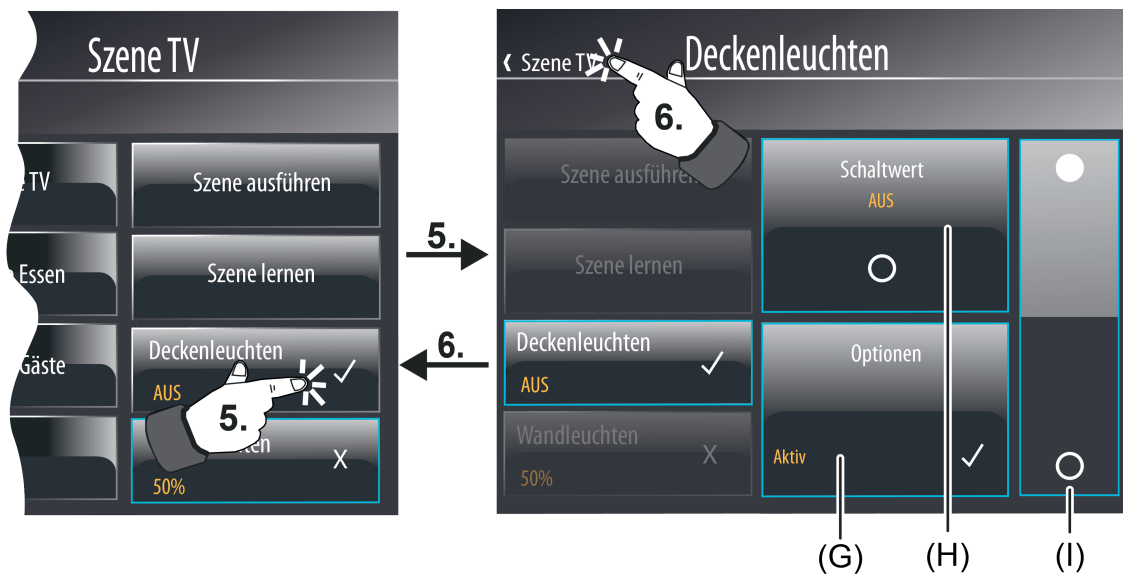
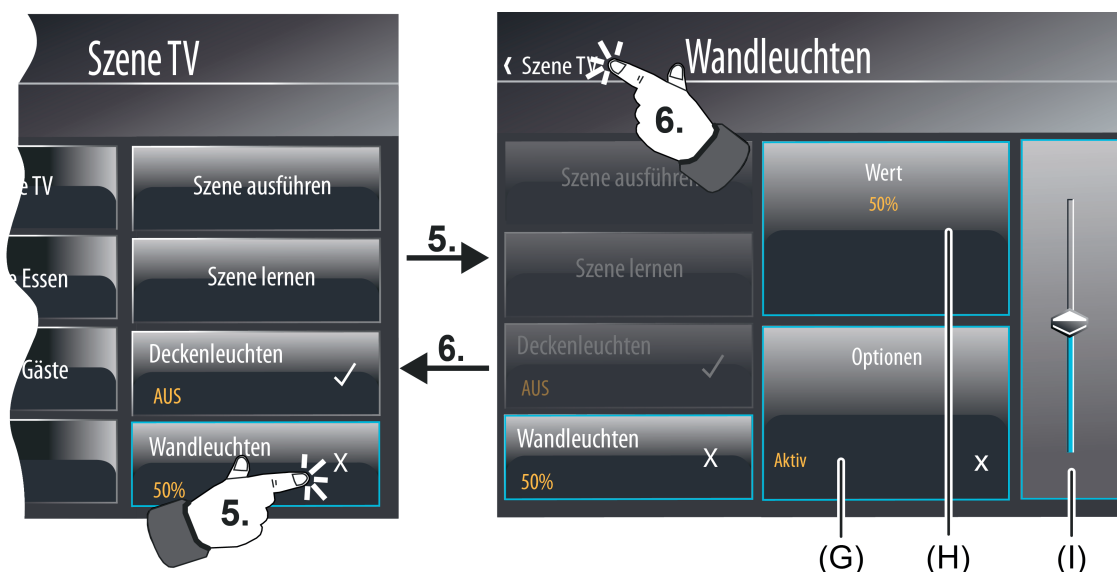

Bild 82: Beispiel einer Szenenkonfigurationsseite (rechts) - Szenenfunktion "Schalten"
Bild 83: Beispiel einer Szenenkonfigurationsseite (rechts) - Szenenfunktion "Wert"
Wird die Sensorfläche einer aktiven oder inaktiven Szenenfunktion mit dem Finger berührt (5.), verzweigt das Gerät in das Konfigurationsmenü der jeweiligen Funktion. Die Darstellungsweise des Konfigurationsmenüs ist abhängig vom eingestellten Datentyp der Szenenfunktion. Beim Datentyp "1 Bit Schalten" (Bild 82) ist ein Anzeigebereich mit Statustext und -symbol (H) sichtbar und ein Bedienbereich zur Vorgabe des Szenen-Schaltbefehls (I) durch eine Wippe. Bei den Datentypen "1 Byte Wert" und "2 Byte Wert" (Bild 83) ist der Anzeigebereich nur mit einem Statuswert (H) ausgeprägt. Wenn dieser Anzeigebereich lang gedrückt wird (ca. 1 Sekunde), blendet das Gerät eine Displaytastatur ein. Mit Hilfe dieser Tastatur kann unmittelbar ein neuer Szenenwert vorgegeben werden. Alternativ können neue Szenenwerte durch den Wertsliker im Bedienbereich (I) vorgegeben werden.